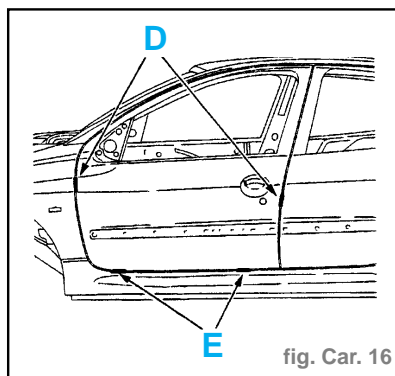

fig. Car. 16
- Fermer la porte et contrôler les jeux (fig. Car. 16) :
- hauteur (E) = 5 ± 2 mm
- jeux (D) = $5 \pm 1,5$ mm